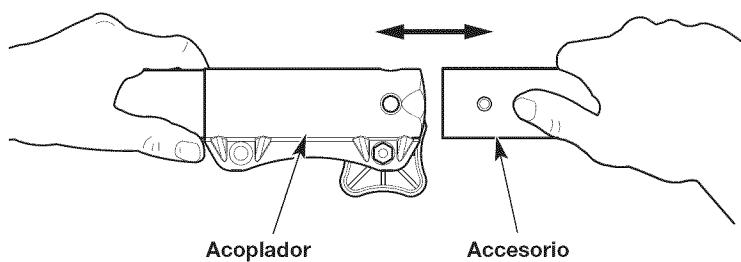

Fig. 3
- Tire del accesorio directamente hacia fuera del acoplador (Fig. 3).